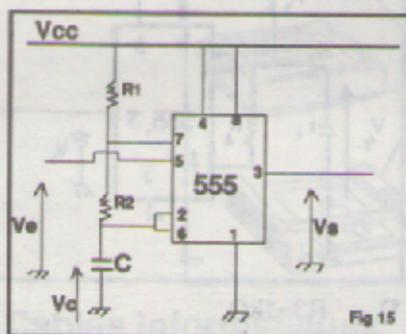

Fig 15
**Le 555 en VCO** (oscillateur commandé par tension) Fig.15